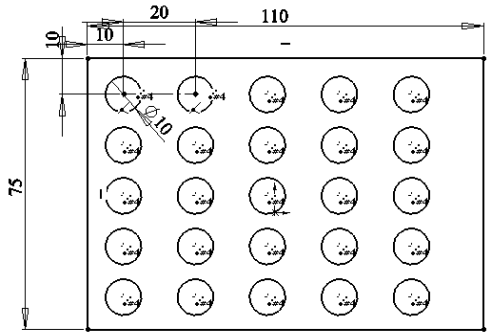

Рисунок 1.6 – Результат побудов
- встановити кількість копій – 5, відстань між копіями 14 мм. Параметр кут задати так, щоб копії розташовувалися по вертикалі. Результат побудови показаний на рис. 1.6.